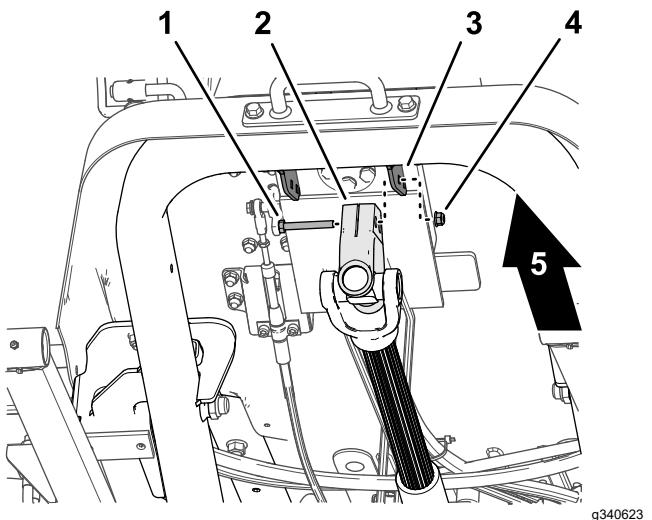

Bild 16
1. Entfernen Sie, während Sie die Antriebswelle abstützen, die Innensechskantschraube und die Sicherungsmutter, mit denen das Antriebswellenjoch an der Befestigungshalterung des Steuerventils befestigt ist (Bild 16), und senken Sie die Antriebswelle vorsichtig ab.